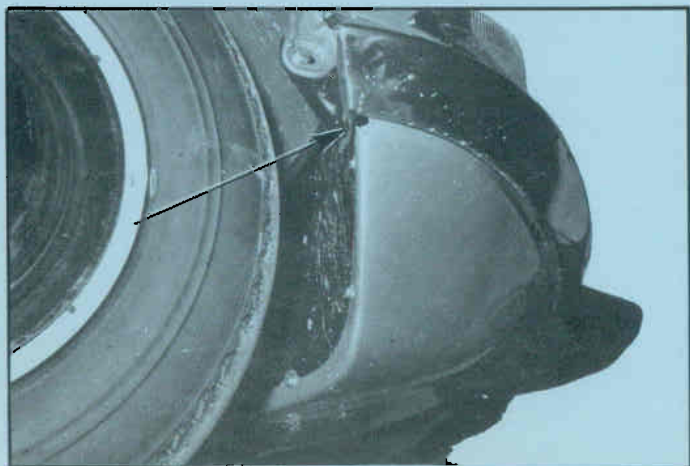

Fig. 23
16. Dekplaten links en rechts onder de voorbumper (afb. 23)